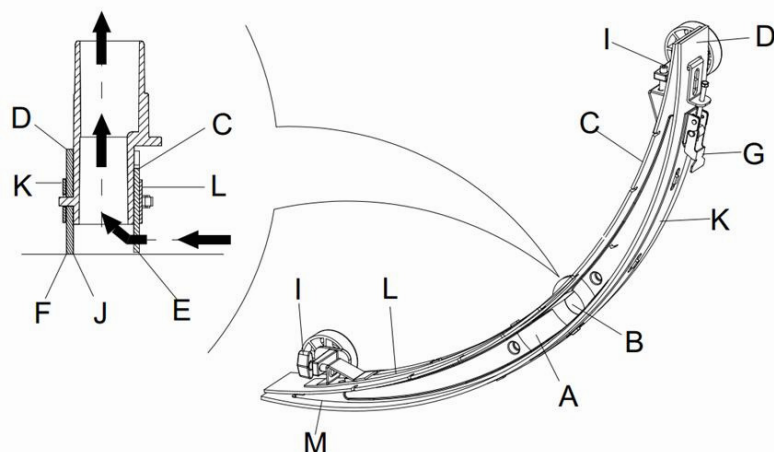

Рисунок 15
2. Нажмите кнопку включения питания (41) и установите позицию “O”, для отключения устройства.
3. Отвинтите фиксированной ручкой (16) щетки; снимите разъем подключения трубки Восстановительного Вакуума и снимите щетку.
4. Используйте ручку для подъема швабры (14).
5. Очистите щетку (Рисунок 15). Очистите пазы (А, Рисунок 15) и остатки грязи с вакуумной трубки. Убедитесь, что переднее лезвие швабры (С) и заднее лезвие швабры (D) целы, и проверьте на наличие сколов и трещин. При необходимости измените их (см. шаги в следующем разделе).
1. После методов, показанных в предыдущем разделе, очистите щетку (Рисунок 15)
2. Проверьте края (Е, Рисунок 15) лезвие передней щетки (F) и части лезвий задней щетки (D). Они должны быть на примерно одинаковом уровне по всей длине. В противном случае, отрегулируйте их длину посредством следующей процедуры:
- Ослабьте зажим (G), чтобы задняя щетка (D) отделилась от кронштейна (M) для регулировки положения щетки. После регулировки вновь зафиксируйте зажим.
- Ослабьте винт на ручке (I) для регулировки передних лезвий швабры (С); после регулировки затяните винт вновь.
3. Проверьте, если переднее лезвие щетки (С) и заднее лезвие щетки (D) на предмет наличия сколов и трещин. При необходимости, измените их в соответствии со следующими способами. Проверьте передний край задней щетки (J) на изношенность. Если он изношен, его можно установить задним краем, т.е наоборот (если он не поврежден). Если задний край также изношен, измените его, следуя приведенному ниже:
- Ослабьте зажим (G), чтобы лезвие отделилось от кронштейна (M), снять зажим (K), а затем измените или переверните лезвие (D) наоборот. Установите на задней щетке в обратном порядке.
- Ослабьте винт на ручке (I) и снимите передний зажим (L), а затем замените переднюю щетку(С).